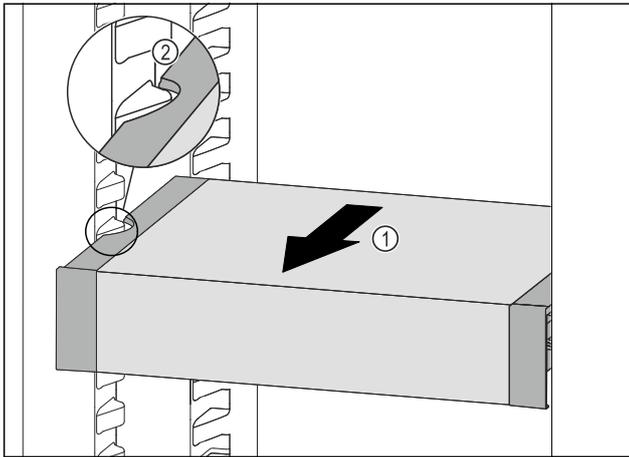

Fig. 80
- ▶ VarioSafe nach vorne ziehen Fig. 80 (1), bis sich die seitlichen Aussparungen des VarioSafes auf Höhe der Behälterrippe im Kühlteil befinden. Fig. 80 (2)